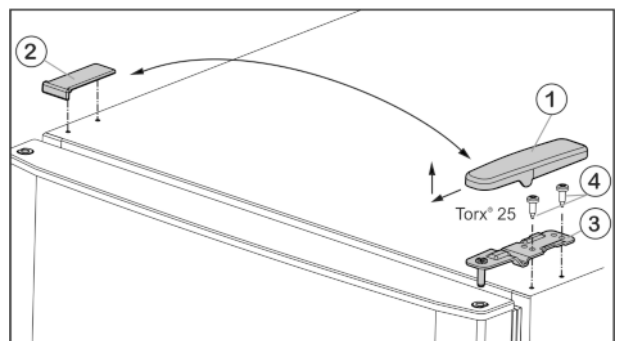

Fig. 6
- ▶ Изтеглете капака Fig. 6 (1) напред и нагоре.
- ▶ Свалете капака Fig. 6 (2).
- ▶ Развийте горната лагерна стойка Fig. 6 (3) (2 x Torx® 25) Fig. 6 (4) и издърпайте нагоре.
- ▶ Поставете горната лагерна опора Fig. 6 (3) върху новата страна на пантите във вратата.
- ▶ Затегнете горната лагерна опора **здрово (с 4 Nm)** (2 x Torx® 25) Fig. 6 (4). Евентуално използвайте акумулаторна отвертка.
- ▶ Поставете капака Fig. 6 (1) от срещуположната страна отвън и го фиксирайте.
- ▶ Поставете капака Fig. 6 (2) също от срещуположната страна отгоре и го фиксирайте.